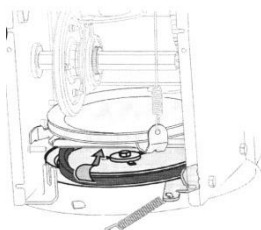

Fig. 18
- Freza este atașată la axul în spirală cu două știfturi de siguranță și un știft spintecat. Dacă freza atinge un obiect străin sau o acumulare de gheață, aruncătorul este proiectat de așa natură ca știfturile să se rotească. Vezi Fig. 18.
- Strecurați cureaua de direcție printre roata de fricțiune și discul acesteia. Vezi Fig. 18.